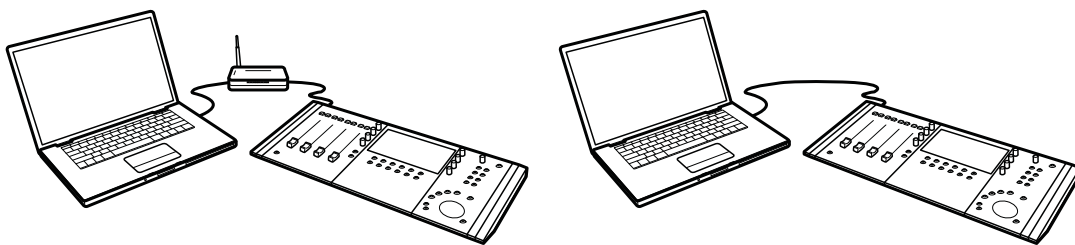

Abb. 2-9 MC Control ist an den Router (links) und direkt an den Computer (rechts) angeschlossen
7. Stecken Sie das andere Ende des Ethernet Crossover-Kabels in eine freie Ethernet-Buchse an Ihrem Computer, Router oder Ethernet Switch (Abb. 2-9).
Ein Ethernet Router oder Switch ist erforderlich, um zusätzliche MC Mix-Geräte an ein LAN (Local Area Network) anzuschließen. Beim direkten Anschluss an den Computer (Abb. 2-9-rechts) müssen Sie eventuell das Internet-Kabel entfernen.